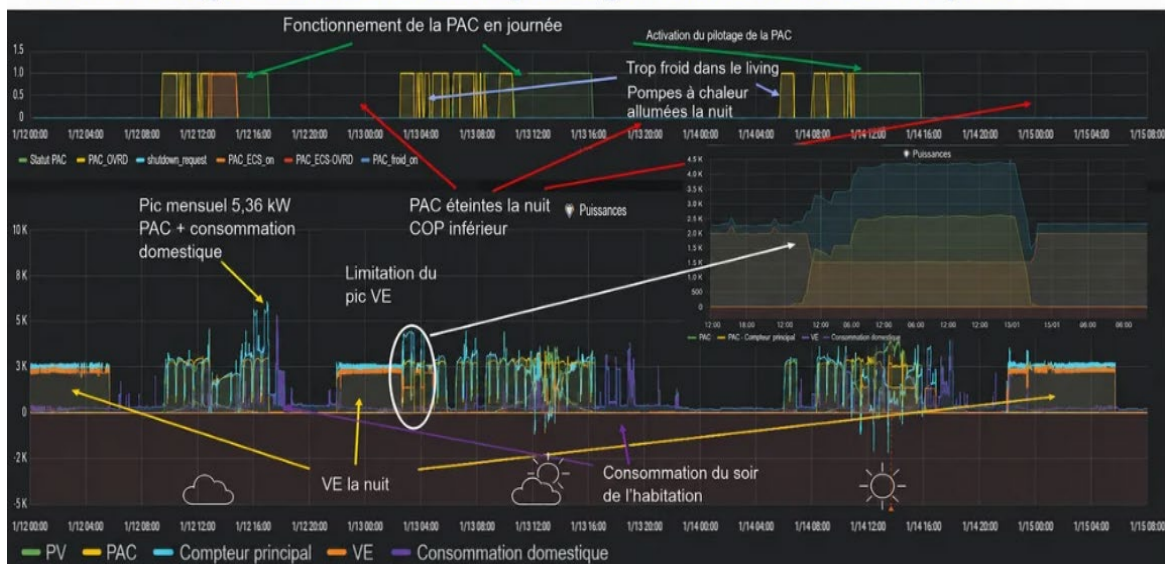

Figure 4: Pilotage via l'EMS de la pompe à chaleur et du véhicule électrique
La valeur ajoutée d'un EMS devient encore plus évidente dès qu'il y a d'autres gros consommateurs, comme par exemple un véhicule électrique (VE). La figure 4 montre, sur trois jours de décembre, comment la pompe à chaleur et le véhicule électrique sont pilotés en fonction de la consommation domestique.